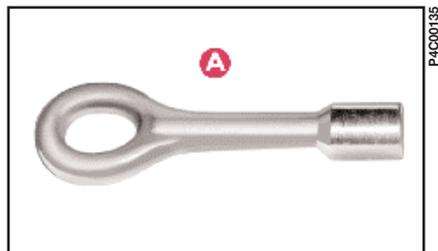
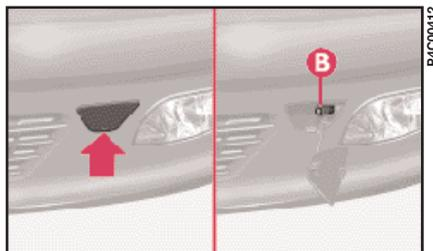
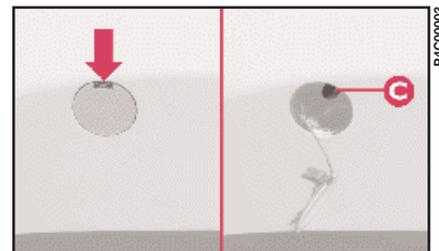

fig. 42
fig. 43
fig. 44
3) Visser à fond le crochet **A** (fig. 42) sur le goujon fileté **B** (fig. 43) ou **C** (fig. 44), visible après avoir enlevé le cache.
B - ancrage avant (fig. 43).
C - ancrage arrière (fig. 44).